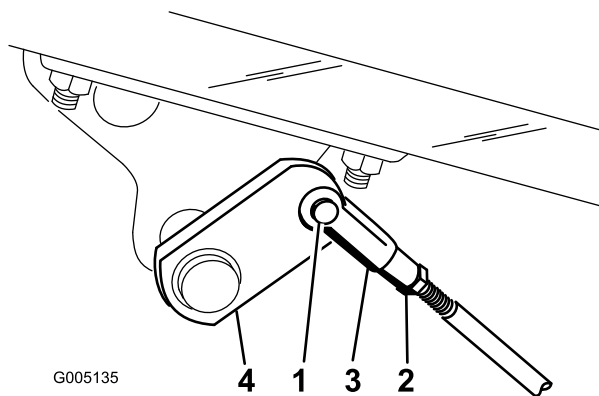

Figura 57
2. Se os travões não bloquearem de forma idêntica, desengate as barras dos travões, retirando o respectivo contrapino e pino da manilha (Figura 57).
- Liberte a porca de bloqueio e efectue o ajuste da manilha (Figura 57).
- Monte a cavilha no eixo do travão (Figura 57).